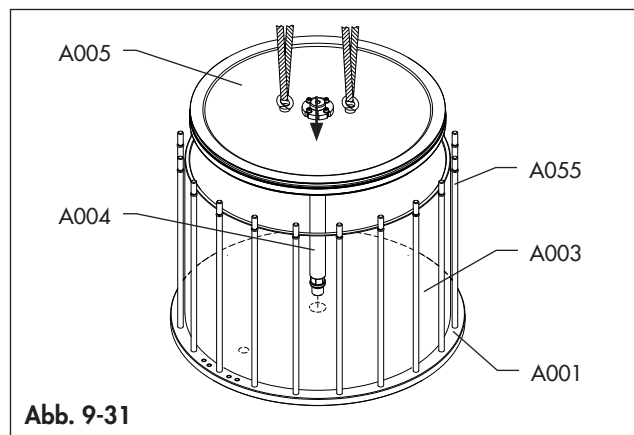

Abb. 9-31
- Heben Sie die Kolbenbaugruppe an und setzen Sie sie in den Zylinder: Rasten Sie die Welle (A004) vorsichtig in den Flansch (A001) und den Kolben (A005) in den Zylinder ein. (Abb. 9-31)